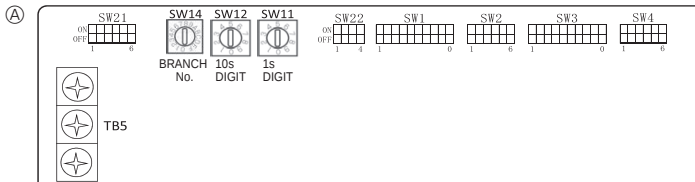

Fig. 5-9
- ③ Télécommande sans fil (lors de l'installation du récepteur de signal sans fil)
5.5. Configuration des adresses (Fig. 5-9)
- ① Comment définir les adresses
- ② Comment définir les numéros des ramifications SW14 (série R2 seulement)
5.6. Réglage des interrupteurs pour différentes hauteurs de plafond (Fig. 5-9)
5.7. Détection de la température ambiante à l'aide du capteur intégré de la commande à distance (Fig. 5-9)